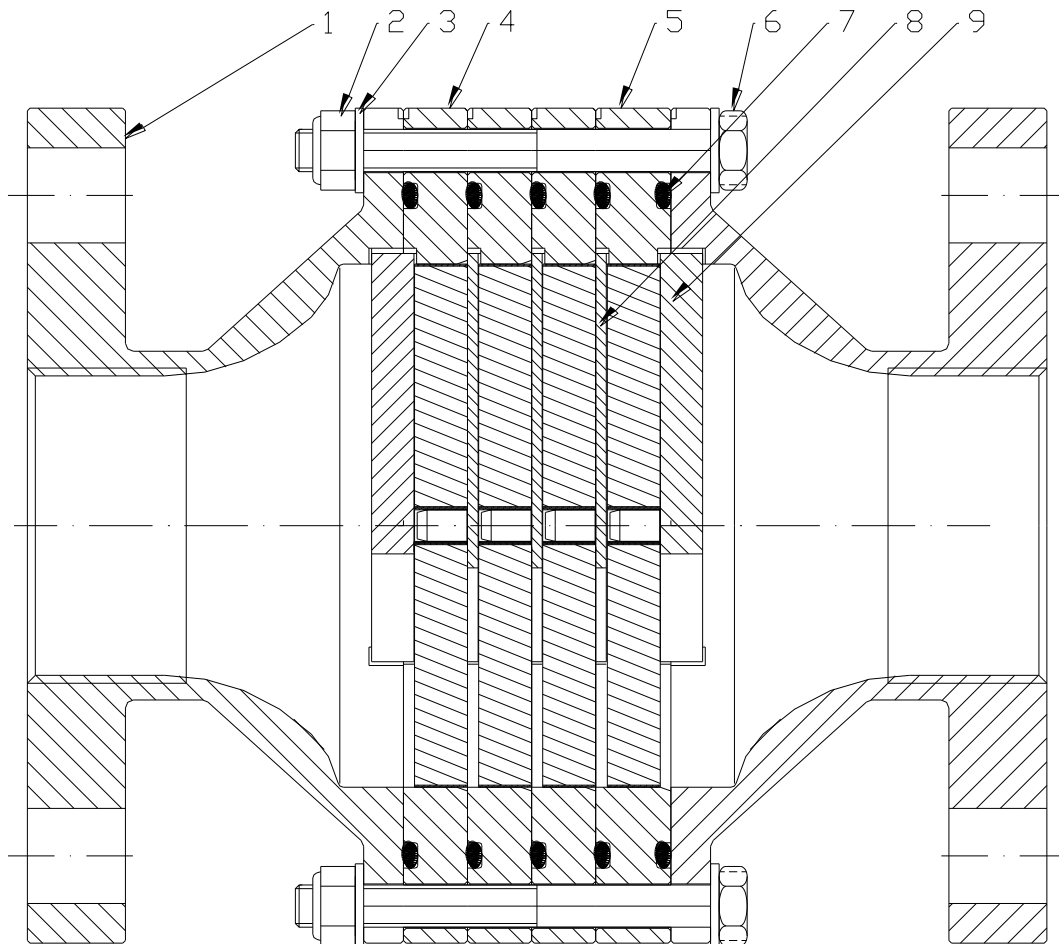

Bild 1
(Siehe Bild 1)
Die Bandsicherung (Pos.5) immer zuerst auf ein Gehäuse (Pos.1) auflegen, um die Abdichtung am Gehäuse und der folgenden Bandsicherung (Pos.4) sicherzustellen. (Siehe Bild 1).
- Bestellnummer (Position siehe **Bild 1**)